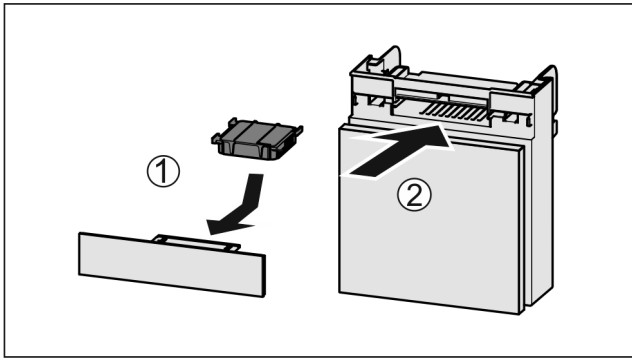

Fig. 167
- ▶ Вставити фільтр з активованого вугілля за малюнком Fig. 167 (1).
- ▶ Вставити відділення Fig. 167 (2).